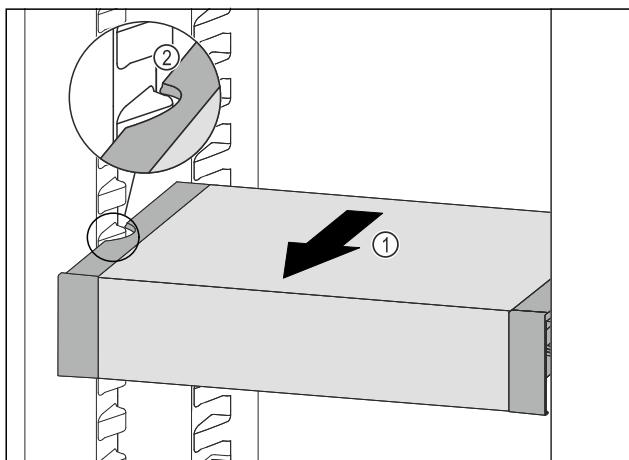

Fig. 68
- VarioSafe ťahajte dopredu Fig. 68 (1), dokým sa bočné vybrania VarioSafe nebudú nachádzať vo výške rebra nádoby v chladničke. Fig. 68 (2)